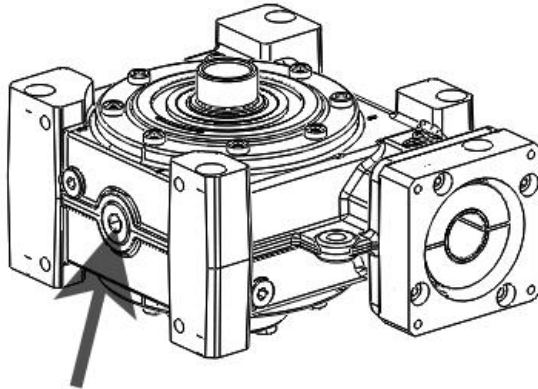

Bild 8.1
- Ü Lassen Sie das Öl durch die Verschlusschraube ab. (Bild 8.1)